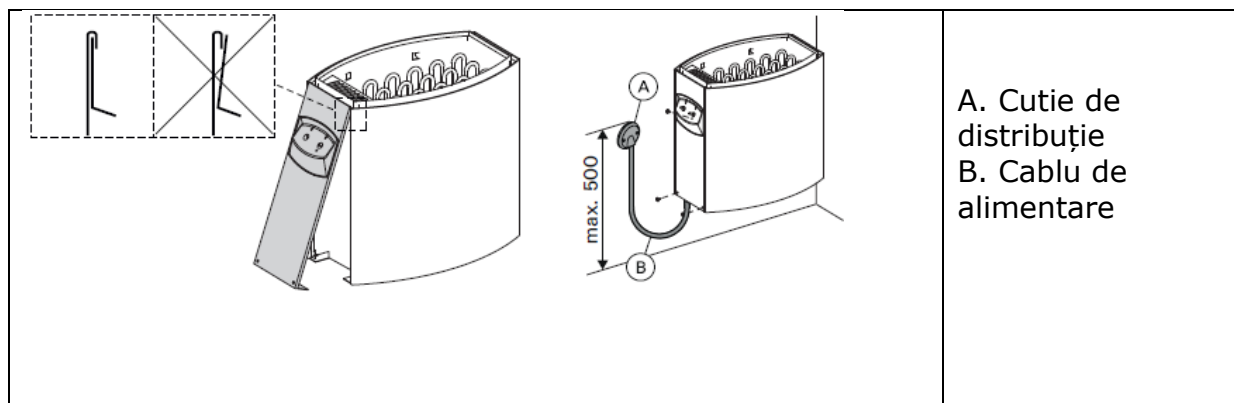

Figura 8. Închiderea capacului cutiei de conexiuni a sobei
- Soba pe jumătate fixată se conectează la rețeaua electrică prin cutia de distribuție montată pe peretele cabinei de saună (figura 8 : A). Cutia de distribuție să fie protejată împotriva stropirii cu apă și distanța de înălțime de la nivelul pardoselii să nu depășească 500 mm.
- Cablul de alimentare electrică (figura 8: B) folosită trebuie să fie de tip H07RN-F cablu siliconat sau similar cu acesta.
- Când puneți la loc capacul cutiei de conexiuni a sobei aveți grija ca acesta să se îmbine perfect unul în celălalt. Dacă partea superioară nu este montat perfect există pericolul de a intra apă în cutia de conexiuni a sobei. figura 8.